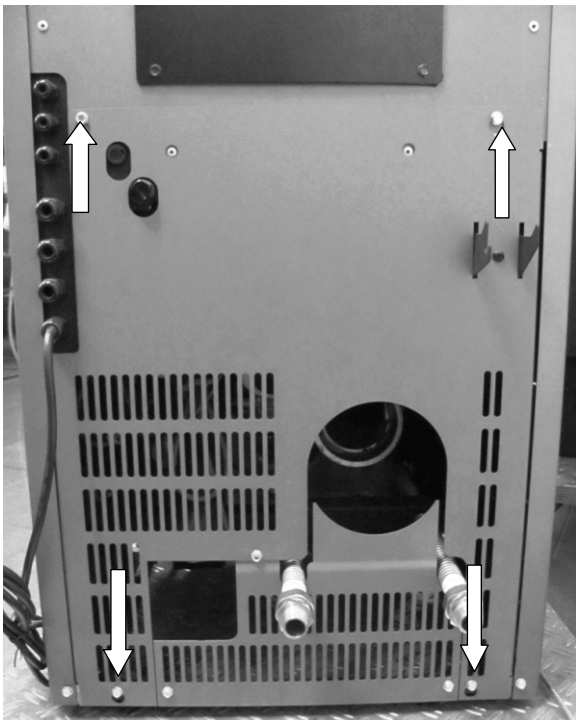

Abb. 236: Demontage Verkleidung Modelle Frank, Dave, Ray
- Die vier Befestigungsschrauben lösen (siehe Pfeile Abb. 236)